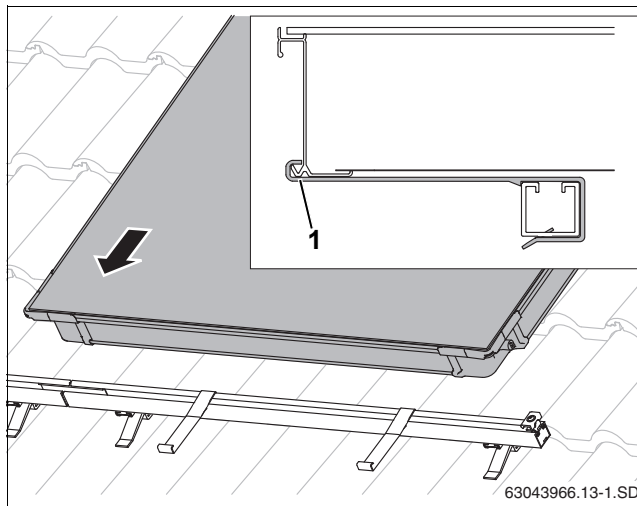

Рис. 42 Установка первого коллектора на профильные рейки
- Уложите первый коллектор на профильные рейки. Коллектор должен встать в крепления от сползания (рис. 42).
Нижний край коллектора должен войти в крепление от сползания (рис. 42, [1]).